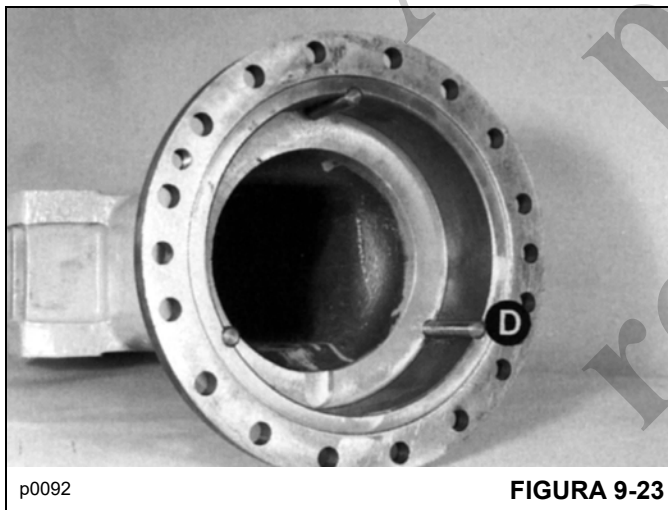

FIGURA 9-23
- Insira os três pinos de reação **D** (Figura 9-23) em seus canais, fixando-os com graxa. Empurre os pinos completamente para dentro de seus furos de localização na carcaça.